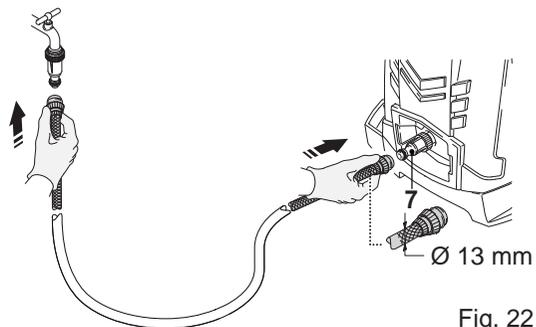

Fig. 22
Reliez le connecteur de tuyau (7) de l'appareil à l'arrivée d'eau à l'aide d'un tuyau d'arrosage adéquat (Fig. 22).